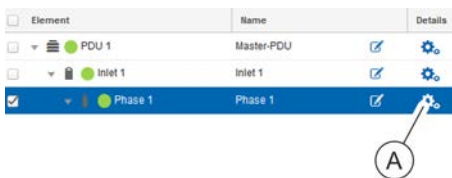

Abb. 174: Details des Elements "Phase <Nr.>" aufrufen
- 2. ➔ In der Registerkarte "Status" die Details der betreffenden Phase aufrufen (Abb. 174/Ⓐ).